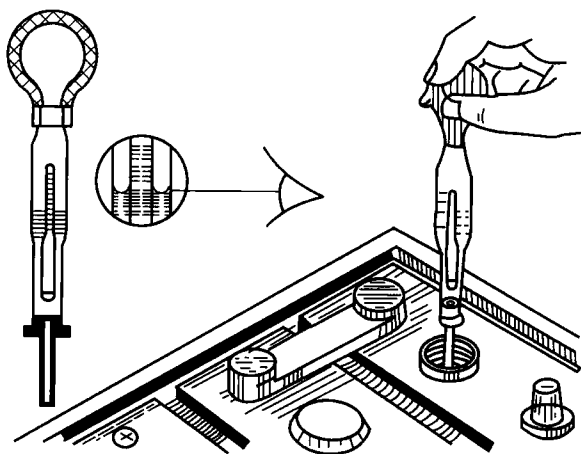

图 2-2 使用密度计测量电解液的相对密度
(3)读数。如图 2-2 所示,按照液柱凹面水平线读取浮子杆上的刻度指示的数值,即为电解液的密度,也可粗略地根据密度芯的红、绿、黄颜色区段估计出密度值。